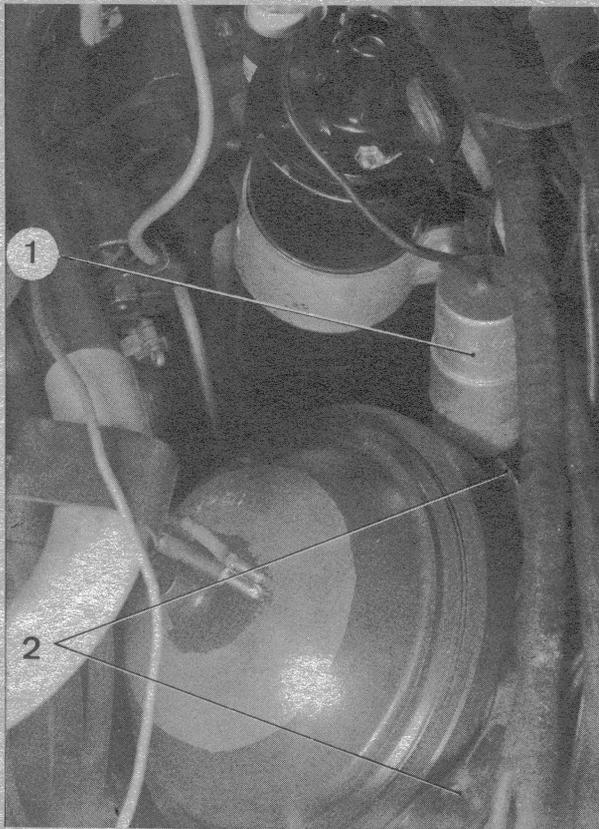

Fig. 1
b) Sur la bobine d'allumage (fig. 1) :